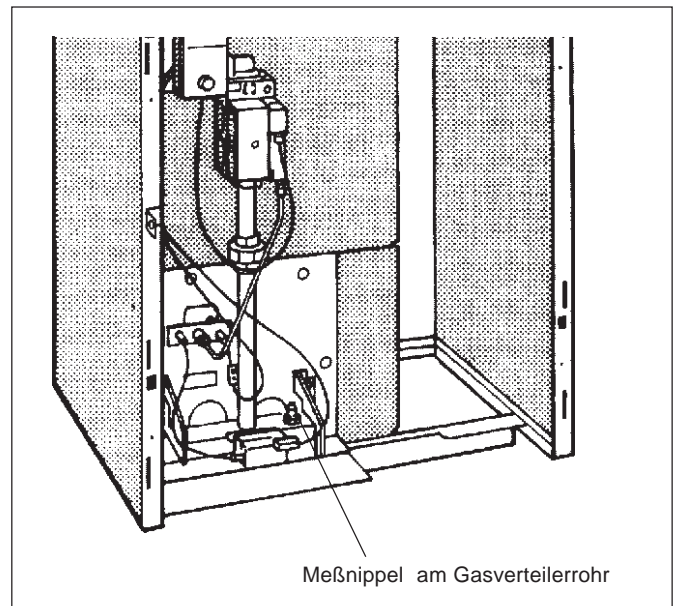

Abb. 20: Gasbrenner
- Verschlußschraube des Meßnippels am Gasverteilerrohr zwei Umdrehungen lösen (Abb. 20).